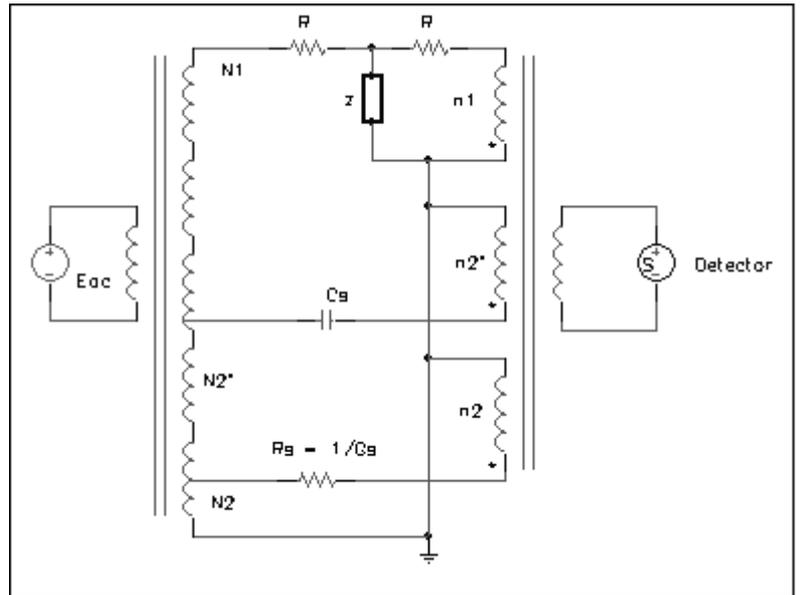

Figura 11
12.- El circuito de la Figura 11 es un puente con transformador de doble relación adaptado para la medida de impedancias pequeñas. En el se admite que  $|z| \ll R$ . Obtener en función de las relaciones de espiras  $n1, N1, n2, N2, n2', N2'$  y los parámetros pasivos  $C_s$  y  $G_s$  la expresión del valor de la impedancia desconocida z.